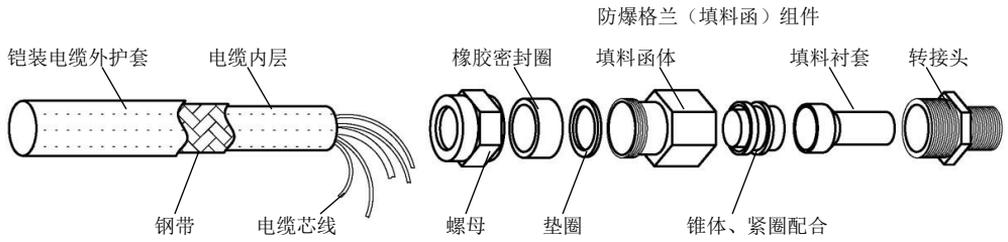

图 5.
a. 如图 5，根据实际需要，剥去适当长度的电缆外护套，露出金属铠装皮（钢带）；留取一定长度的钢带，切除多余的部分。